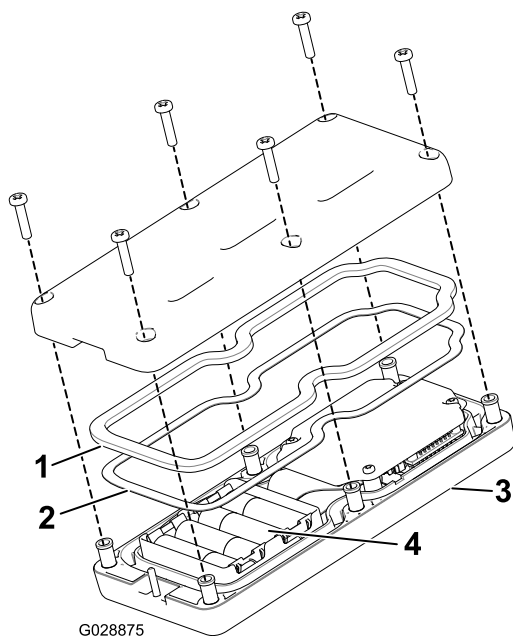

Figura 18
2. Montați bateriile în compartimentul acestora, respectând polaritatea corectă. Compartimentul este gravat cu marcaje privind polaritatea pentru fiecare bornă (Figura 18).
3. Asigurați-vă că garnitura din oel și cea din cauciuc sunt aezate în canalul telecomenzii portabile și puneți la loc capacul spate (Figura 18).
4. Fixați capacul cu 6 uruburi (Figura 18) și strângeți-le la un cuplu de 1,5 - 1,7 Nm.